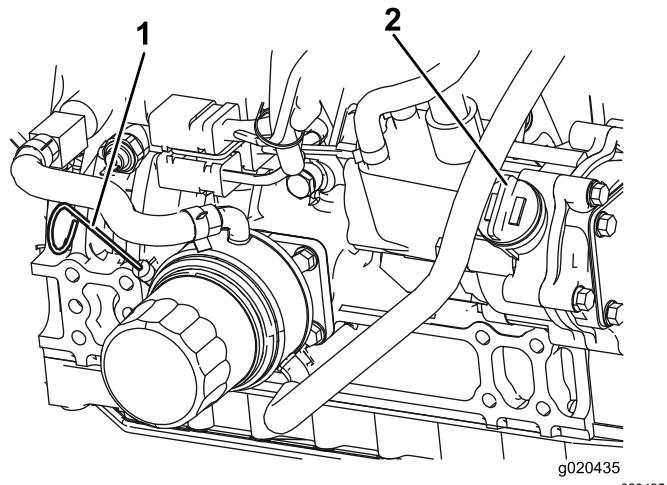

Figura 61
El nivel de aceite debe estar en el intervalo seguro (Figura 61).
- Si el nivel de aceite está por debajo del intervalo seguro, retire el tapón de llenado (Figura 61) y añada aceite hasta que el nivel llegue a la marca FULL.